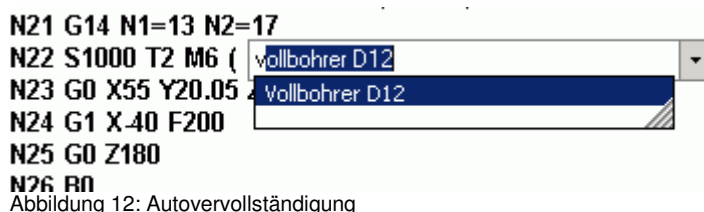

Abbildung 12: Autovervollständigung
- 12.1. Die Autovervollständigung ist eine sehr hilfreiche Funktion die Sie beim auskommentieren Ihrer Programmzeilen unterstützt. Wenn Sie wie unter Punkt 5.4. die Einstellungen für die Autovervollständigung getroffen haben öffnet sich beim Eingeben des Kommentarzeichens die Autovervollständigungsliste im Editor wie in Abbildung 12.